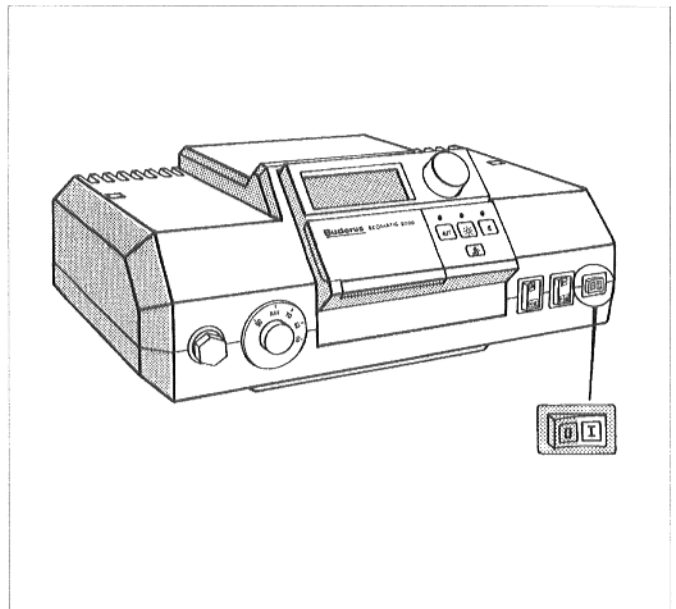

Abb. 1: Inbetriebnahme des Gasbrenners
- Schalter Betrieb (Abb. 1) in Stellung I (EIN) stellen.
- Schalter Betrieb (Abb. 1) in Stellung 0 (AUS) stellen.